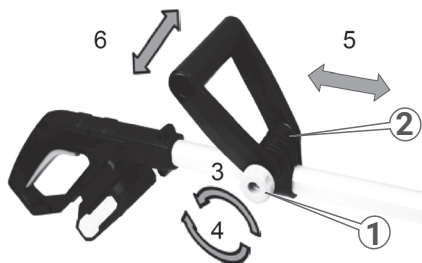

Рисунок 3. Схема зміни кута нахилу руків'я.
4. Для зміни кута нахилу переднього руків'я (рис. 3):
- послабити гайку (1, рис. 3) проти годинникової стрілки (3, рис.3);
- відрегулювати кут нахилу переднього руків'я (5; 6, рис. 3);
- зафіксувати руків'я в необхідному положенні гайкою за годинниковою стрілкою (4, рис. 3) до упору.